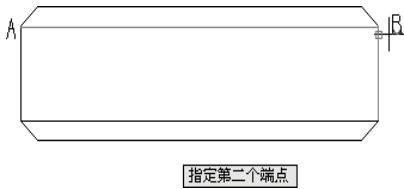

图 3-31 选取第二点
① 在主菜单中选择“绘图” | “直线” | “绘制任意线”命令，系统弹出“绘制任意线”工具栏。
② 在“绘制任意线”工具栏中单击“画水平线”按钮 ，在绘图区中选择 A 点作为绘制水平线的起点，再根据系统提示，选取 B 点作为绘制水平线的终点，如图 3-31 所示。